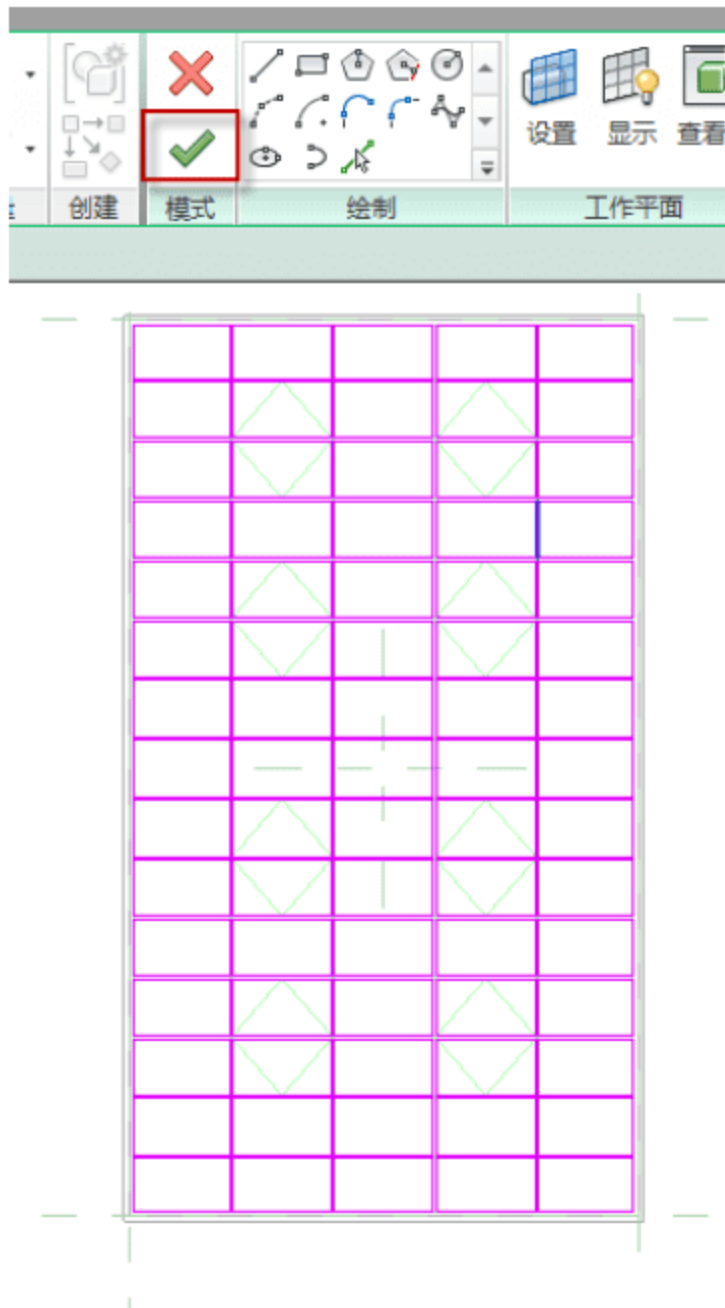
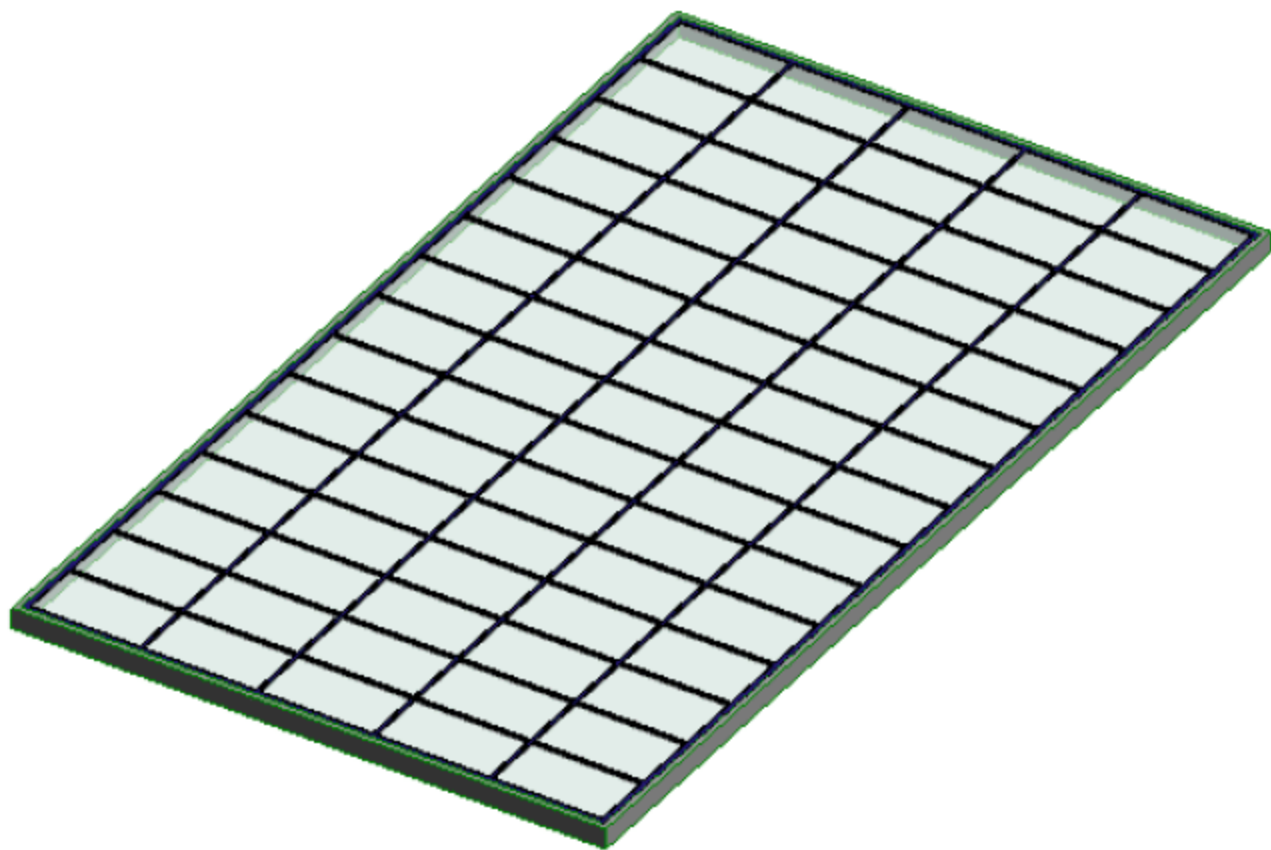

图 12.1.48 完成天窗族的建立
图 12.1.49 3D 效果图
(22) 完成天窗族的建立。返回到绘图界面，在上下文关联选项板中单击√按钮，如图 12.1.48 所示，3D 效果如图 12.1.49 所示。